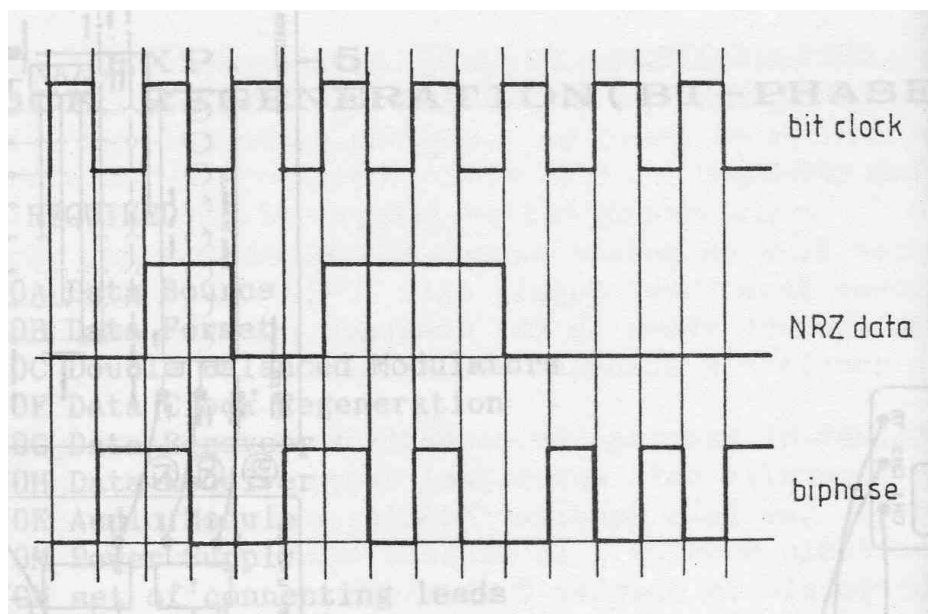

Figura 10: Fluxo de Bit de Dados NRZ
- A figura 10 mostra um exemplo de um fluxo de bits de dados NRZ e o correspondente código bi-fase.